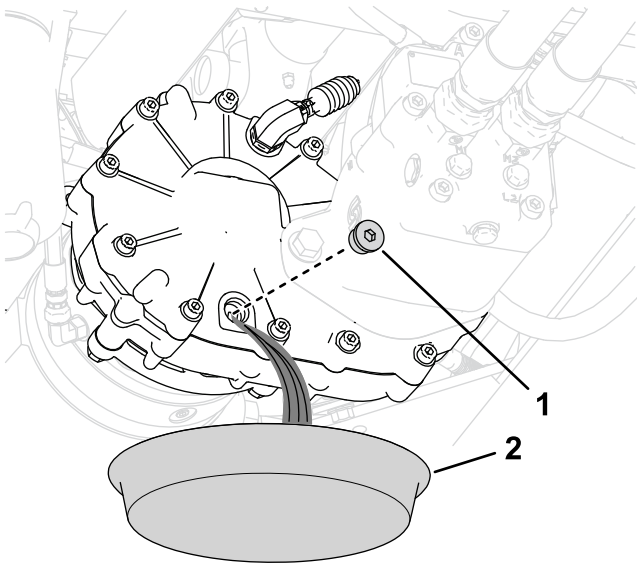

Figure 115
3. Retirez le bouchon de l'orifice de vidange (Figure 115) et vidangez complètement le boîtier d'engrenages.